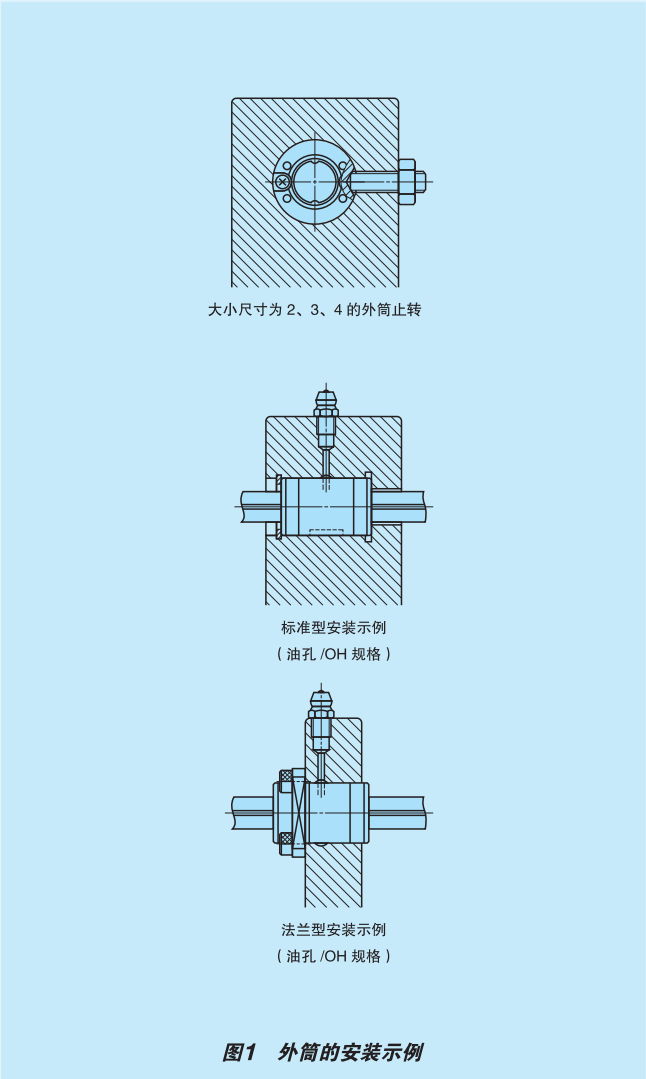

图1 外筒的安装示例
- ①外筒的配合
- ②一般安装结构
- 外筒安装例如图1所示。